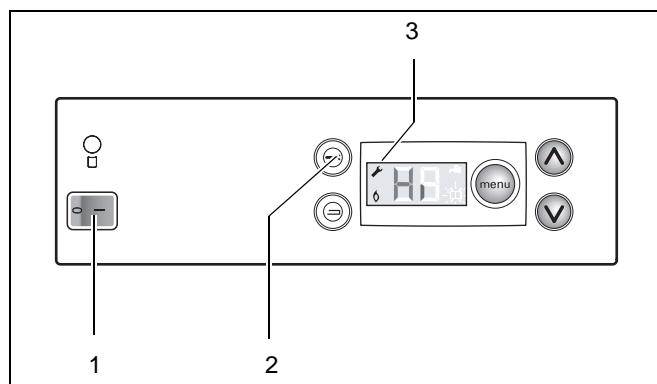

Рис. 30 DBA – режим Hi
- Остановить прибор, устанавливая рабочий переключатель на DBA (рис. 30, **поз. 1**) в положение "0".
- Запустить прибор в эксплуатацию, устанавливая рабочий переключатель в положение "1" (рис. 30, **поз. 1**).
- Установите прибор в режим "Hi", нажимая на клавишу Service (рис. 30, **поз. 2**) два раза, пока слева сверху на дисплее не появится символ гаечного ключа (рис. 30, **поз. 3**) (см. меню 2: "Сервисный режим" на стр. 24).
- Остановить прибор, устанавливая рабочий переключатель в положение "0" (рис. 30, **поз. 1**).